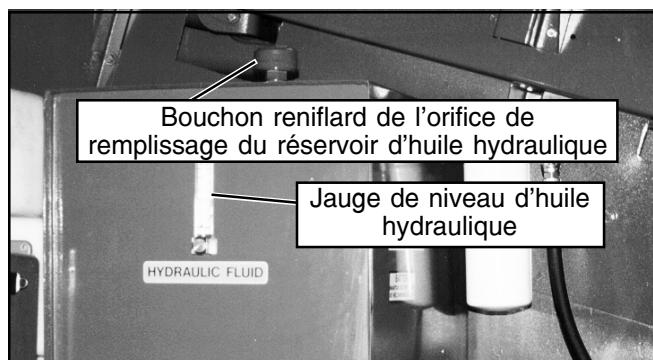

Figure 14 : Réservoir d'huile hydraulique
1. Ouvrir le carter du revolver gauche, et vérifier le niveau d'huile hydraulique par la jauge de niveau d'huile, le bras articulé à flèche étant escamoté et rentré. Moteur en marche ou à l'arrêt. (Voir figure 14)